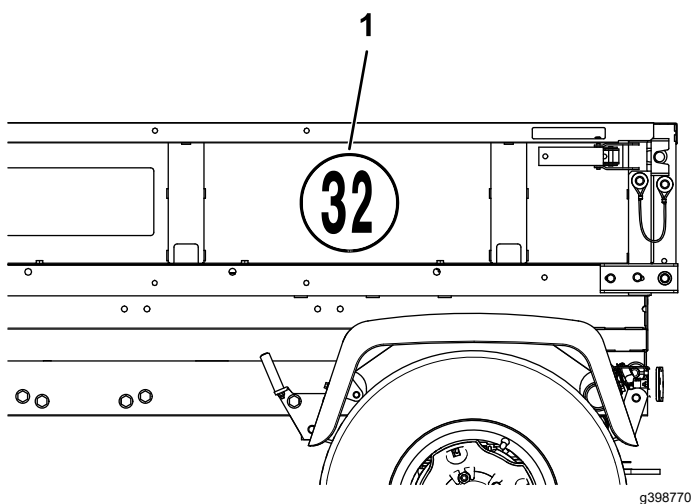

図 19
1. 荷台の左側で、図 19 のように 2 本目と 3 本目のチャンネル部材の間に速度デカルを貼り付ける。